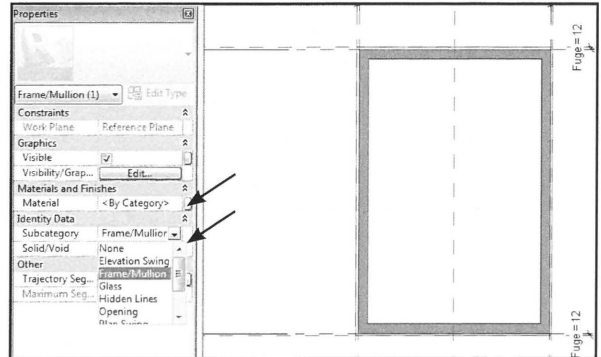

Fig. 08.43. Marker vinduets ramme og giv den en kategori. Sæt derefter en *Material Parameter* på rammen.
- Marker den optegnede karm og gå i *Properties* (Fig. 08.43).
- Under *Subcategory* (Fig. 08.43), vælg *Frame/Mullion*, som betyder ramme/sprosse.
- Gå i *Properties* og klik på den lille knap up for *Material* (Fig. 08.43).